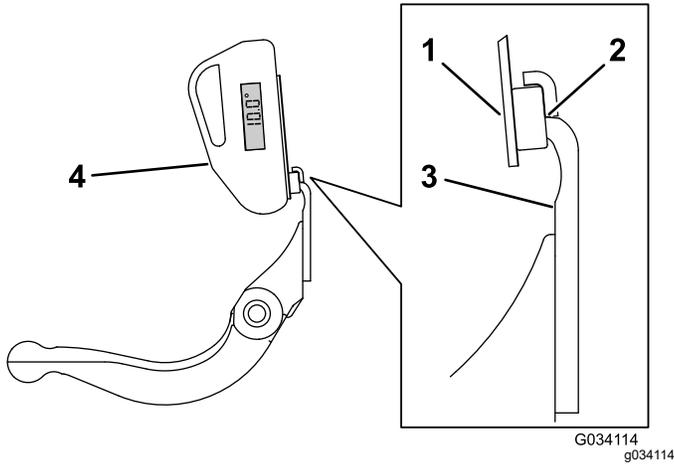

Figura 33
3. Coloque el soporte del indicador de ángulo sobre el filo de la contracuchilla de manera que el borde del imán esté enrasado con el filo de la contracuchilla (Figura 33).
- Coloque el indicador de ángulo en el soporte, según se muestra en Figura 33.